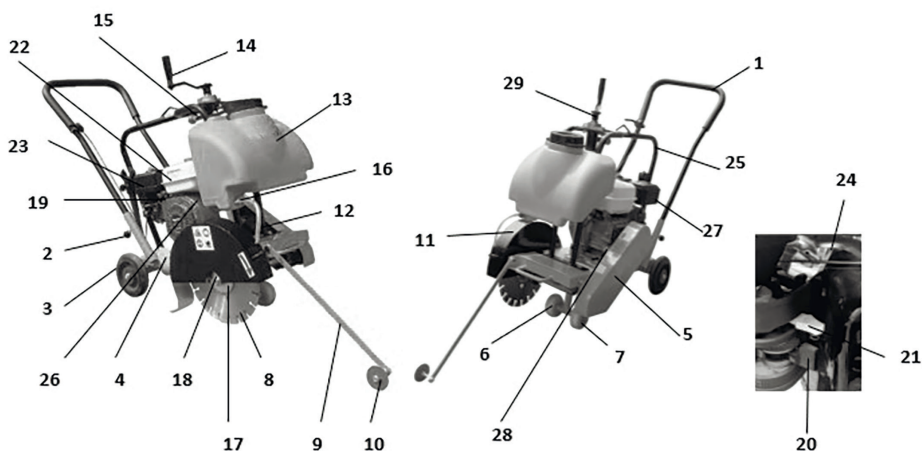

рис.1
4.1 Общий вид швонарезчика представлен на рис.1
4.2 Основные узлы швонарезчика: двигатель, опорные колёса (рис.1 поз.3), рукоятка управления (рис.1 поз.1), ось привода (шпиндель) режущего диска, кожух ремённой передачи (рис.1 поз.5), трубчатая рама (рис.1 поз.25) закреплены на цельнометаллической платформе (рис.1 поз.4). На раме крепится пластиковый бак для охлаждающей жидкости (рис.1 поз.13). Между верхней частью рамы и платформой закреплён механизм подъёма/опускания малых колёс (рис.1 поз.6), который приводится в действие рукояткой (рис.1 поз.14).
Крутящий момент с вала двигателя передаётся ремённой передачей на приводной вал рабочего диска (рис.1 поз.8). Ремённая передача закрыта металлическим кожухом (рис.1 поз.5).
На защитном кожухе (рис.1 поз.11) стрелкой указано направление вращения диска.
Переставьте рукоятку установки глубины реза (рис.1 поз.14) из транспортного в рабочее положение:
- открутить винт фиксации (рис.1 поз.29);
- снять с ходового винта рукоятку и установить её в рабочее положение (см. рис.1);
- выкрутить из направляющих на платформе болты фиксации рукоятки (рис.1 поз.2);
- вставить нижние концы рукоятки управления (рис.1 поз.1) в направляющие платформы, выставить удобную для работы высоту (на уровне талии) и зафиксировать болтами;
- установить, в удобном для работы месте, на рукоятке управления (рис.1 поз.1) рычаг управления дроссельной заслонкой (рис.1 поз.24), рассоединив, а затем скрепив два хомута винтами.
- рукояткой (рис.1 поз.14) установите режущий диск в верхнее положение
- ключом из комплекта поставки открутите гайку крепления диска (рис.1 поз.18);
- снимите прижимной фланец (рис.1 поз.17) и диск (при замене);
- обратите внимание на направление вращения, которое указано стрелкой на одной из сторон диска (оно также указано на защитном кожухе рис.1 поз.11);
Держатель (рис.1 поз.8) указателя линии реза крепится болтовым соединением на передней части платформы, слева от кожуха диска. Ведение диска (рис.1 поз.10) указателя реза по сделанной разметке на поверхности, позволяет строго выдерживать траекторию реза.
Для того, чтобы сбавить избыточное давление в баке, откручивайте крышку бака (рис.1 поз.22)
- перекрыть кран (рис.1 поз.16) подачи жидкости под защитный кожух диска (рис.1 поз.11);
- очистив поверхность бака от грязи и пыли, открыть крышку бака (рис.1 поз.13);
- разблокировать рукоятку (рис.1 поз.14), вытянув из паза рычаг (рис.1 поз.15) и повернув его на 90°;
- вращением рукоятки (рис.1 поз.14) выставить на один уровень малые колёса (рис.1 поз.6) и нижний край режущего диска (рис.1 поз.8) – это нулевая глубина реза;
- вращением рукоятки (рис.1 поз.14) поднять малые колёса, выставив (по отношению к нижнему краю диска) необходимый уровень глубины реза;
- зафиксировать установленную глубину реза заблокировав рукоятку (рис.1 поз.14) рычагом (рис.1 поз.15).
- ослабить две гайки на болте, крепящем диск (рис.1 поз.10) к держателю (рис.1 поз.9);
- установить направляющий диск на одной линии с режущим диском (рис.1 поз.8) и затянуть гайки;
- смазывающе-охлаждающая жидкость (СОЖ) подается на режущий диск из бака (рис.1 поз.13);